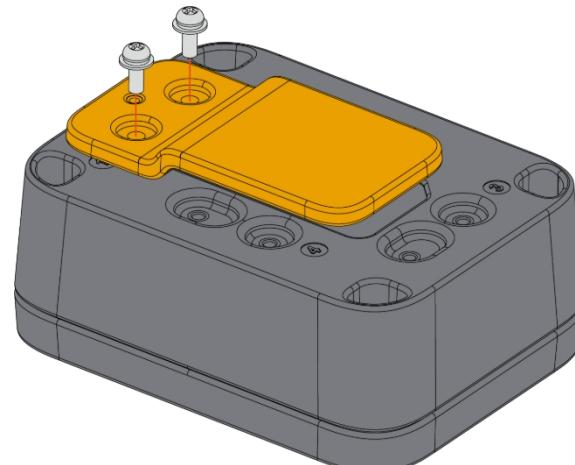

Abbildung 20: Befestigung der Gürtelcliphalterung am Gehäuse
2. Befestigen Sie die mit dem Buchstaben **E** gekennzeichnete Gürtelcliphalterung mit zwei (2) M3*8-mm-Kopfschrauben mit Unterlegscheibe am WisBlock Unify-Gehäuse. Platzieren Sie sie an den festen Positionen Nr. **1** oder **3** des Gehäuses, wie in **Abbildung 20** dargestellt.